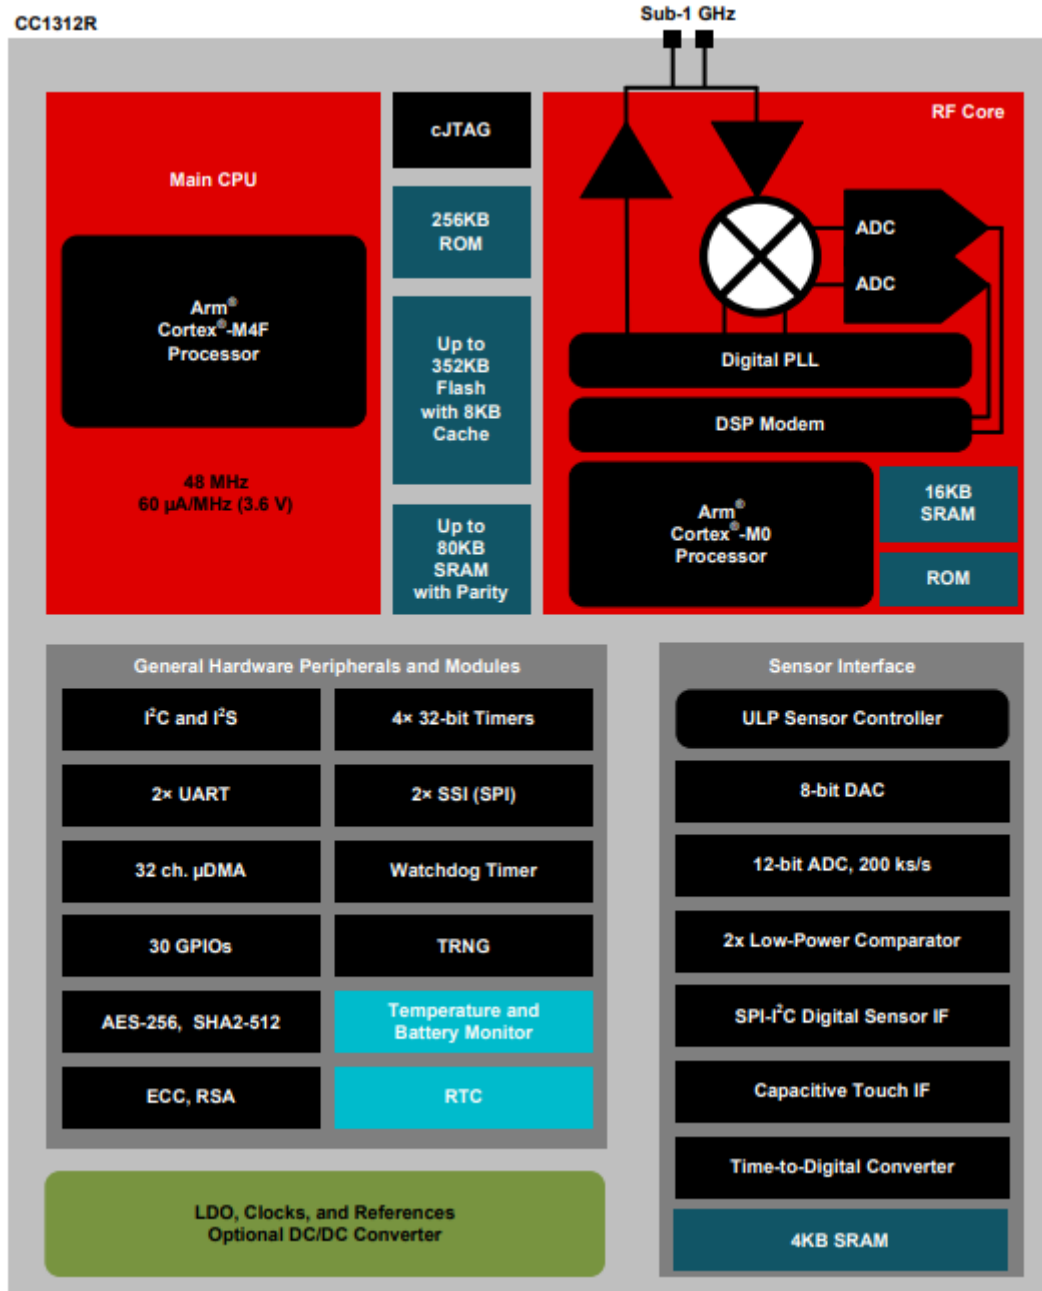

图 1 CC1312 的系统框图
德州仪器 (TI) CC13xx 是一系列面向 Sub-1G 频段应用的超低功耗无线 SoC；是高度集成、真正的单芯片的解决方案，包括了一颗高性能 RF core、ARM cortex-M4F 处理器、传感器处理引擎、电源管理以及丰富的外设资源。其中的代表产品 CC1312 系统框图如图 1 所示。详细资料请参考产品规格书【1】。